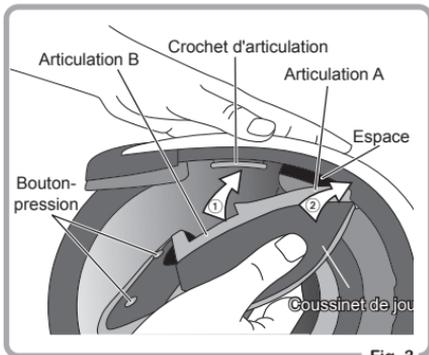

Fig. 3
- ① Insérez l'articulation arrière A dans l'interstice entre la coque et la coiffe.
- ② Accrochez l'articulation B au crochet d'articulation comme montré sur la Fig.3.